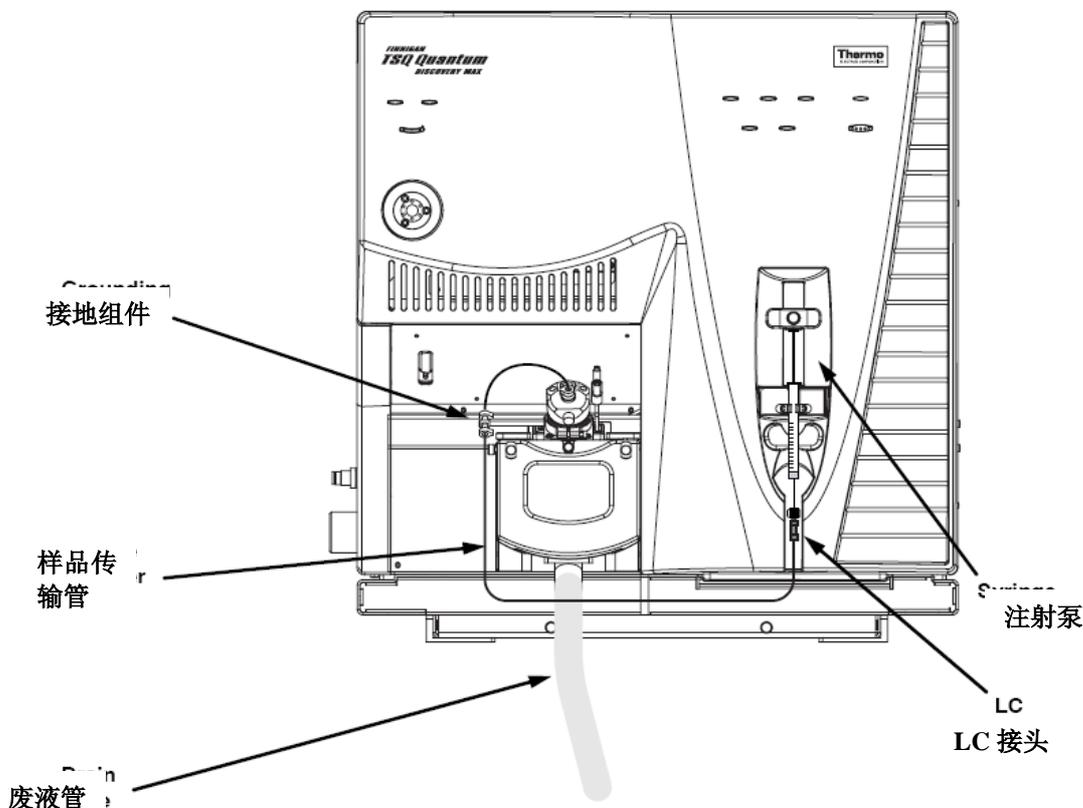

图 2-1. 用注射泵直接引入样品的 ESI/MS 管路连接图
注射泵位于 TSQ Quantum Discovery MAX 质谱仪的前面板上。图 2-1 显示的是从注射泵向 ESI/MS 引入样品的管路连接图。
1. 在注射器接头组件上的LC接头和离子源上的接地接头之间安装样品传输管。(图2-1)